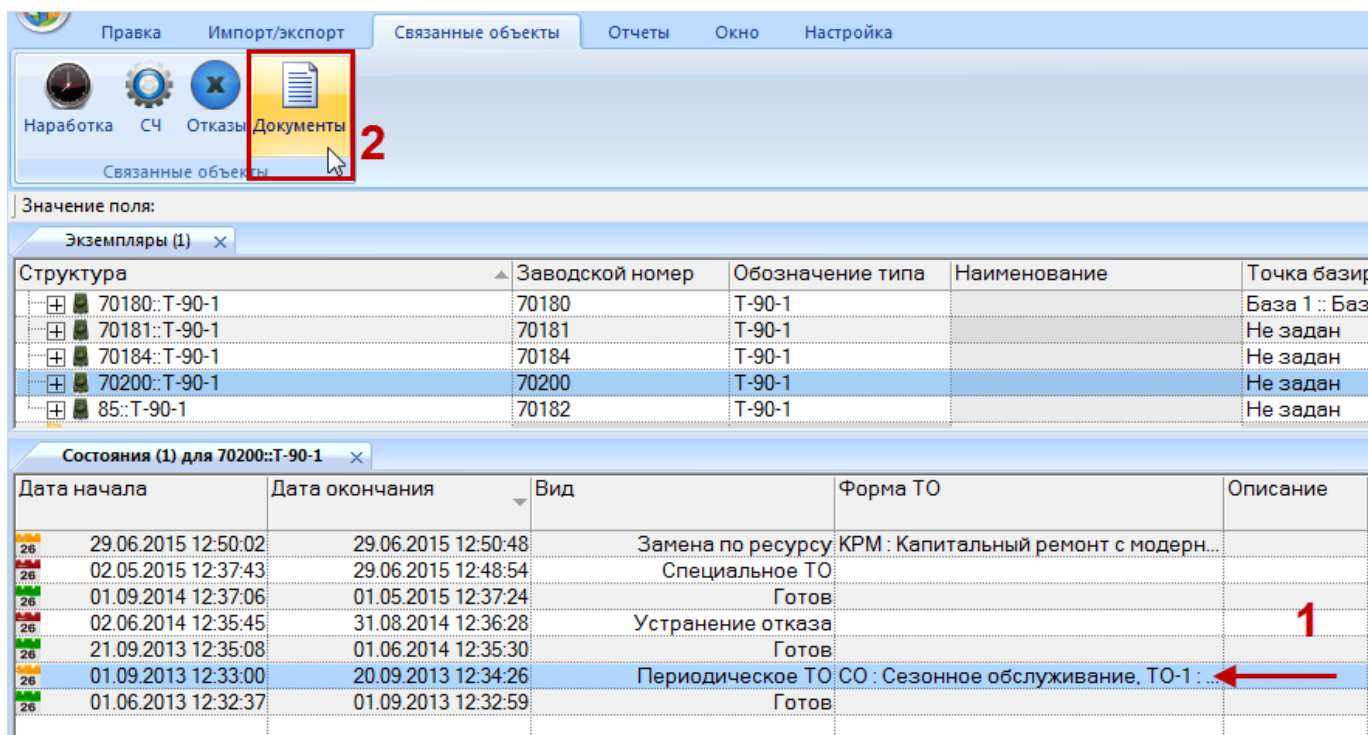

Рис. 28-22 – Открытие окна связанных объектов «Документы»
- 3) Выделить состояние в рабочем окне «Состояния» и нажать кнопку «Документы» панели «Связанные объекты» (1 и 2 на рис. 28-22).